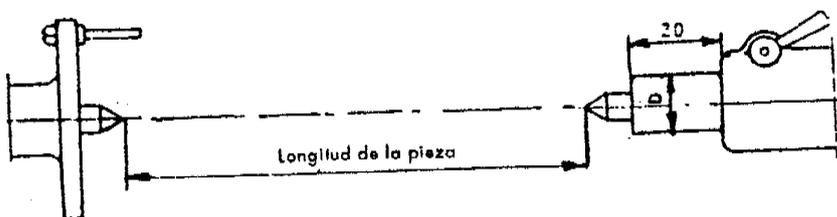

Figura 3
- a. Desplace el cabezal móvil y fijelo a la posición adecuada (Figura 3).